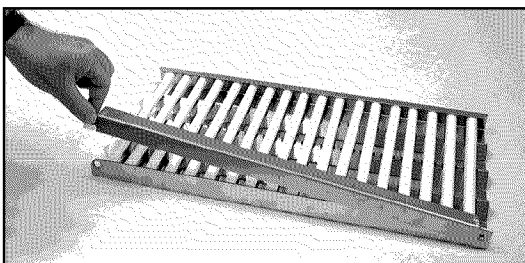

FIG. 37
4. Verrouillez le couvercle du radiant (Fig. 37).